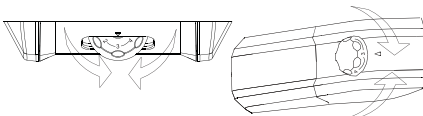

Fig.5
- La regolazione della temperatura, di entrambi i comparti, avviene ruotando la manopola del termostato (fig.5). Selezionare la posizione desiderata: